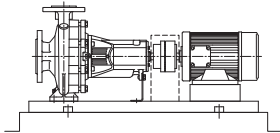

Fig. 4: Fundametaufstellung der Pumpe
**Wilо empfiehlt, das Pumpenaggregat auf einem stabilen, ebenen Betonfundament zu installieren, welches das Aggregat dauerhaft trägt (siehe Fig. 4). Dadurch wird die Übertragung von Schwingungen vermieden.**